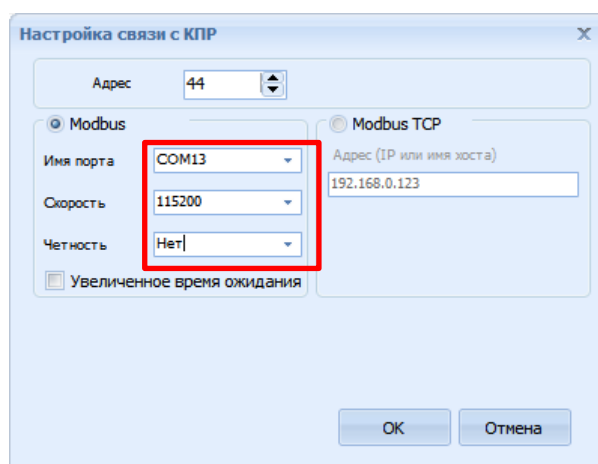

Рисунок 6.3 – Параметры связи изделия через сервисный интерфейс
- для подключения к конфигурируемому изделию выбрать пункт *Конфигурация – Подключение – Настройка* и задать адрес изделия и параметры СОМ-порта, к которому подключено изделие (рисунок 6.3). Нажать кнопку *ОК*.